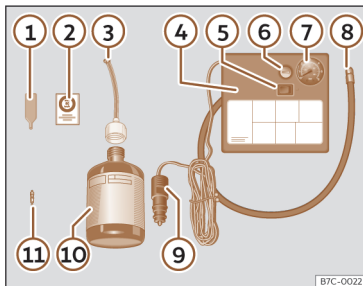

Fig. 237 Representación estándar: contenido del kit antipinchazos.
El kit antipinchazos se encuentra en el compartimento del maletero bajo el revestimiento del suelo. Incluye los siguientes componentes >>> **fig. 237:**
- Desenrosque la caperuza y el obús de la válvula del neumático. Utilice el aparato >>> **fig. 237** ① para extraer el obús. Colóquelo en una superficie limpia.
- Agite con fuerza la botella de sellante de neumáticos >>> **fig. 237** ⑩.
- Enrosque el tubo de inflado >>> **fig. 237** ③ en la botella de sellante. El precinto de la botella se romperá automáticamente.
- Retire el tapón del tubo de llenado >>> **fig. 237** ③ y enrosque el extremo abierto del tubo en la válvula del neumático.
- Vuelva a colocar el obús con el aparato >>> **fig. 237** ① en la válvula del neumático.
- Enrosque el tubo de inflado del neumático del compresor >>> **fig. 237** ⑧ en la válvula del neumático.
- Compruebe que el tornillo de evacuación de aire está cerrado >>> **fig. 237** ⑥.
- Acople el conector >>> **fig. 237 ⑨** a toma de corriente de 12 voltios del vehículo >>> **pág. 245.**
- Conecte el compresor de aire con conmutador ON/OFF >>> **fig. 237 ⑤**.
- Pegue el adhesivo >>> **fig. 237 ②** en el cuadro de instrumentos, dentro del campo visual del conductor.
Vuelva a enroscar el tubo de inflado >>> **fig. 237 ⑧** y compruebe la presión en el manómetro **⑦**.